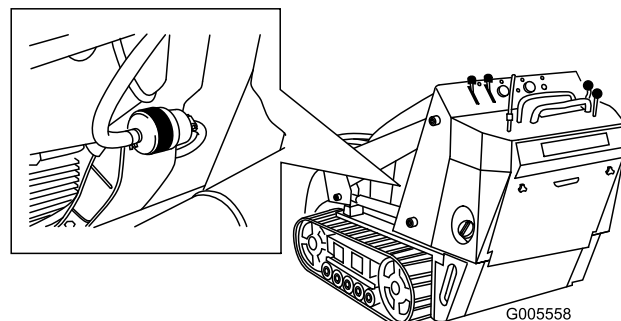

Figura 36
4. Bloquee los tubos de combustible en ambos lados del filtro de combustible (Figura 36).
5. Apriete los extremos de las abrazaderas y deslícelas por el tubo alejándolas del filtro (Figura 36).